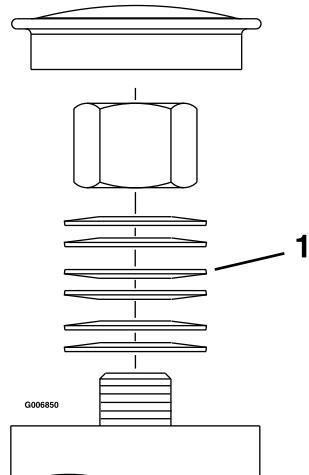

Figura 51
3. Retire el tapón guardapolvo de la rueda giratoria y apriete la contratuerca hasta que las arandelas de muelle estén planas, luego aflojela $\frac{1}{4}$ de vuelta para establecer correctamente la precarga de los cojinetes (Figura 50 y Figura 51).